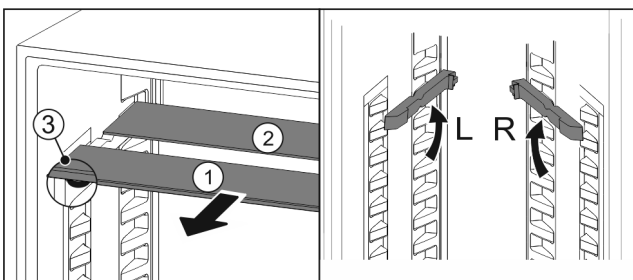

Fig. 97
- ▶ Sortir les tablettes par l'avant Fig. 97 (1).
- ▷ La tablette en verre Fig. 97 (1) avec bordure décorative est située à l'avant.
- ▷ Les butées Fig. 97 (3) sont orientées vers le bas.